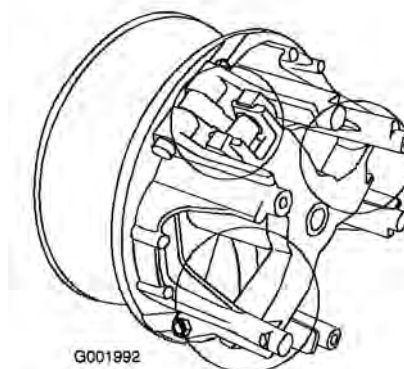

Figura 56
5. Lubrifique as peças móveis nas áreas assinaladas com um círculo em Figura 56 utilizando o Dry Lubricant Spray da Toro, disponível no revendedor ou distribuidor autorizado Toro.